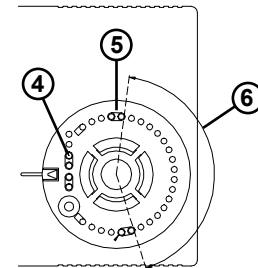

Fig. 4
1. Sollevare la manopola facendo leva con un cacciavite nell'apposito invito (2).
2. Prelevare i cavalieri meccanici (4) parcheggiati a lato della sede manopola e posizionarli (5) come nell'esempio di Fig. 4. In questo modo il campo di rotazione (6) è ridotto come nell'arco indicato.
1. Remove the knob by tilting it, eventually with the help of a screwdriver placed in the slot (2).
2. Pick up the plastic pins (4) parked at one side of the knob area and set them (5) as in the example of Fig. 4. In this example the rotation range (6) is reduced as in the shown angle.